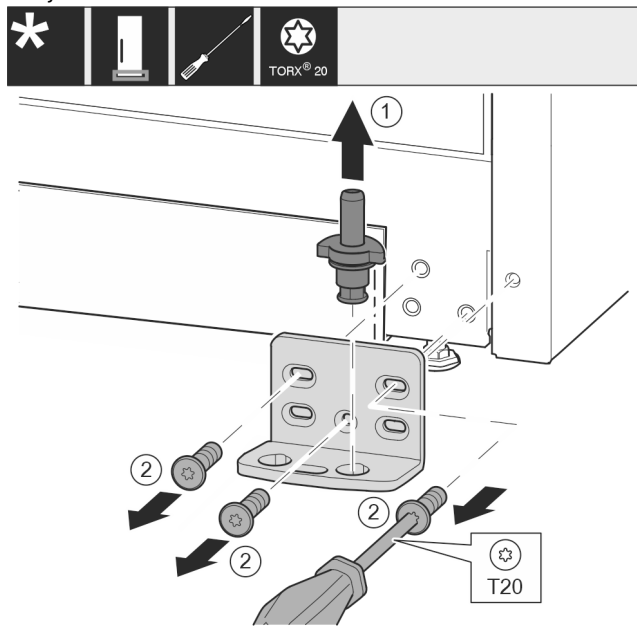

Fig. 17 *
- Izvucite svornjak ležaja Fig. 17 (1) potpuno prema gore.*
- Odvijačem odvrtite vijke Fig. 17 (2) i skinite podložak ležaja.*